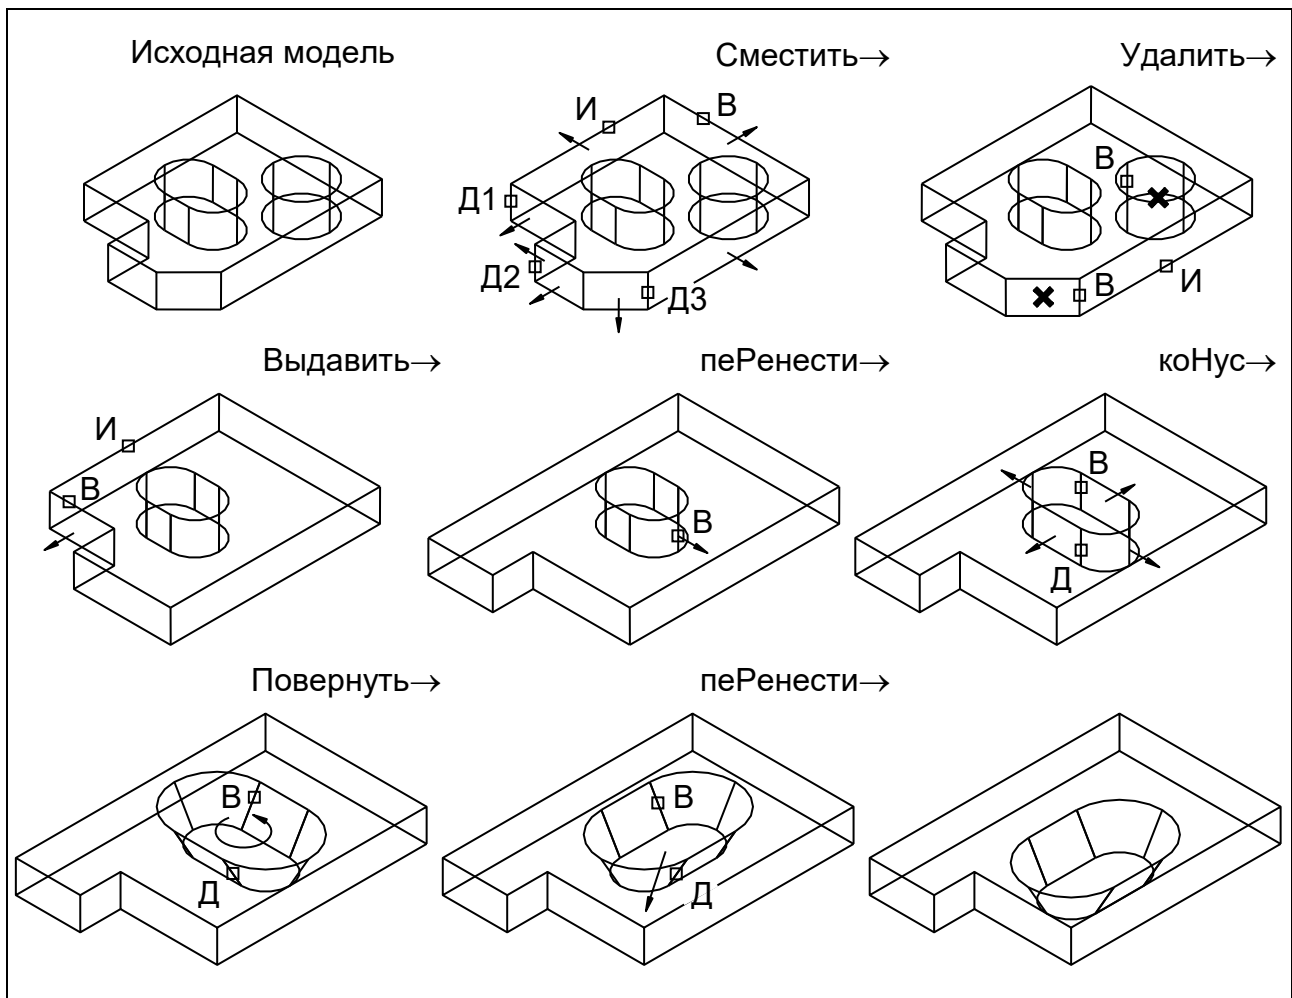

Рис. 33
В процессе построений и редактирования рекомендуется сверять результаты выполняемых действий с изображениями, данными на рис. 33–35. Если какое-либо действие было выполнено неправильно, для его отмены следует использовать опцию ОТМЕНИТЬ команды РЕДТЕЛ.
1. Ввести команду РЕДТЕЛ и перейти в режим (подменю) Грань (рис. 33).
*Примечание.* На рис. 33 показаны рекомендуемые точки первоначального выбора (В), исключения (И) и добавления (Д) граней к набору.